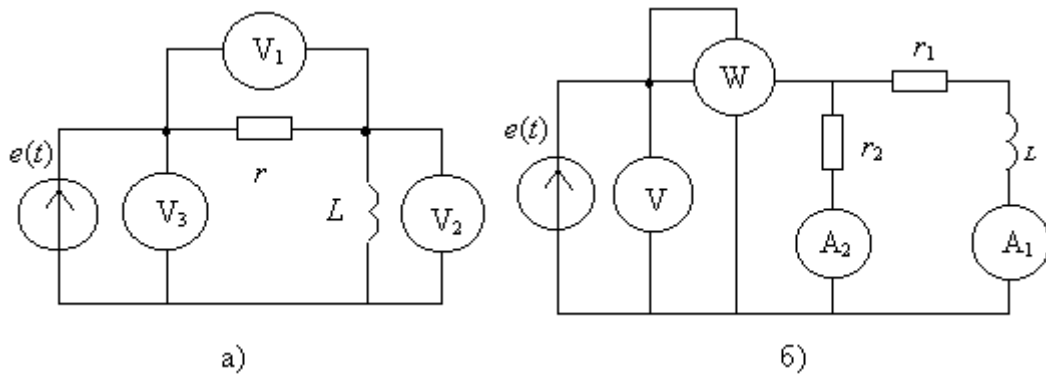

Рис.4.11
4.7. В последовательной  $r, L$  цепи (рис. 4.11,а) известны показания вольтметров  $U_1 = 100[\text{В}], U_2 = 150[\text{В}],$  сопротивление  $r = 10[\text{Ом}]$  и частота источника питания  $f = 50[\text{Гц}].$  Определить показание третьего вольтметра  $U[\text{В}]$  и индуктивность элемента  $L[\text{Гн}].$
4.8. Определить показания приборов в цепи (рис. 4.11,б). Известно показание первого амперметра  $I_1 = 1[\text{A}]$  и параметры элементов: